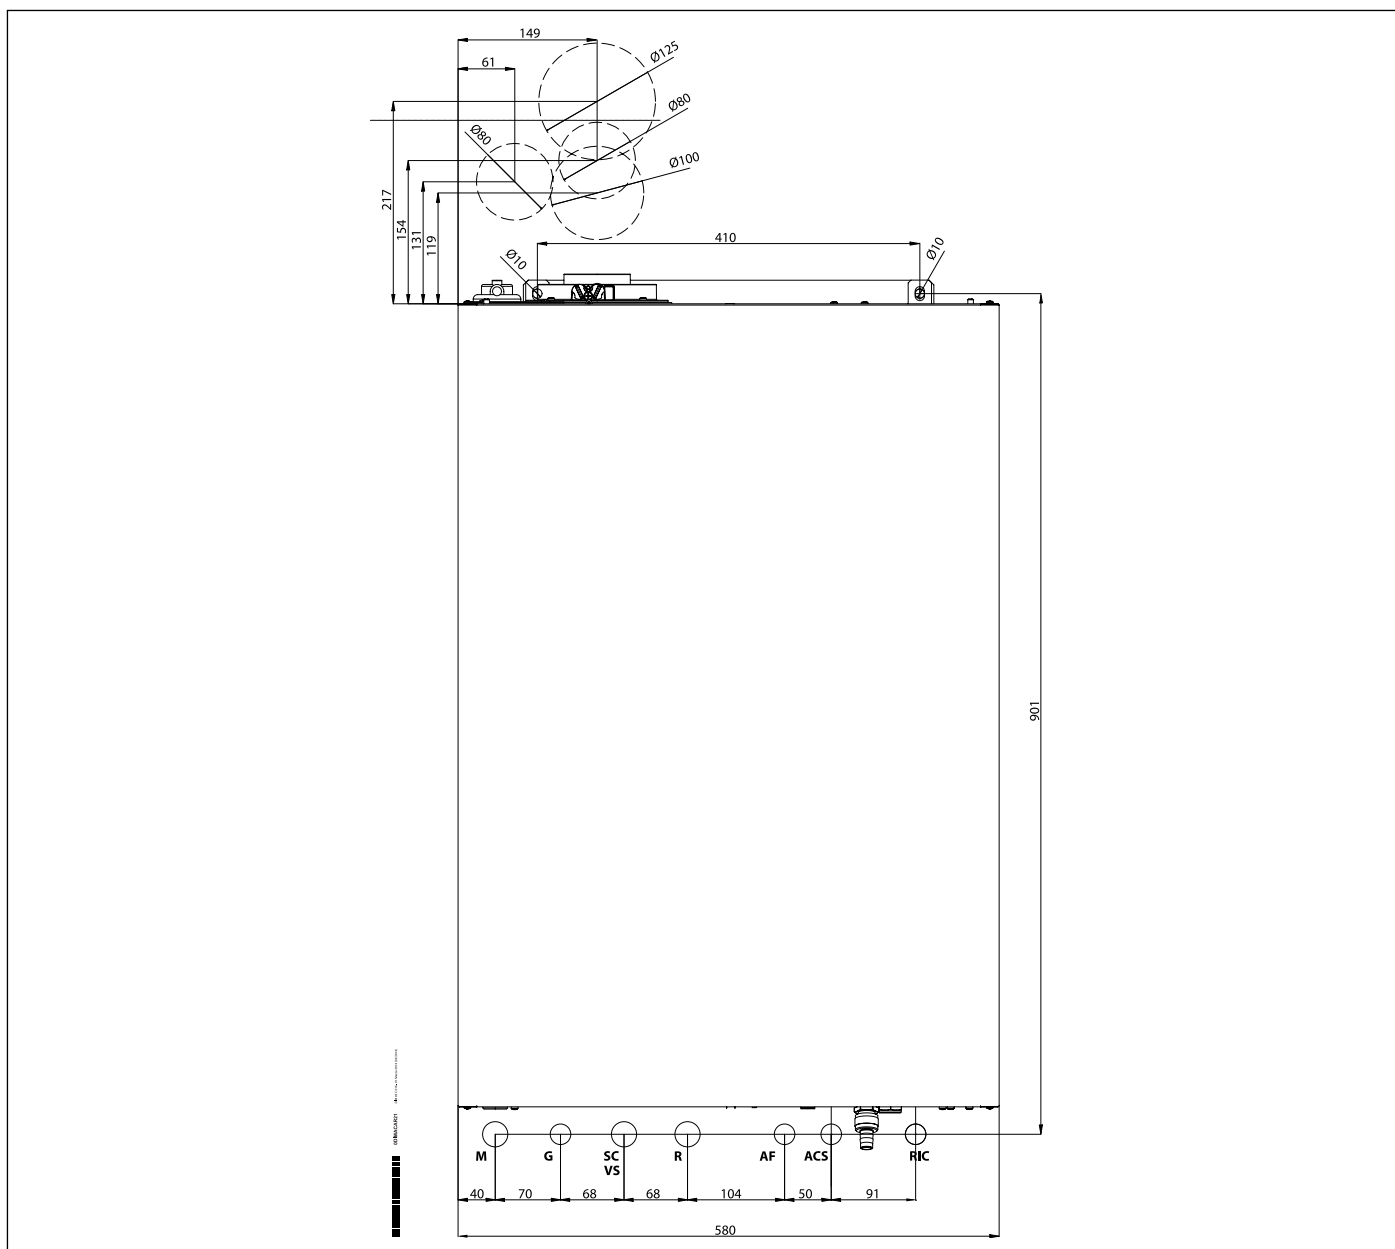

Abb. 4 Papierschablone
- Die Schablone für die Wandbefestigung des Kessels (siehe Abb. 4 Papierschablone);
Jedes Gerät ist mit einer entsprechenden Papierschablone ausgestattet, die in der Verpackung enthalten ist (siehe Abb. 4 Papierschablone). Diese Schablone ermöglicht das Verlegen der Rohrleitungen für den Anschluss an die Heizungsanlage, das Sanitärwasser, das Gasnetz und an die Luftansaug-/Abgasführungsleitungen bei der Herstellung der hydraulischen Anlage und vor der Installation des Kessels.
- Die Schablone an der Wand befestigen (siehe Abb. 4).